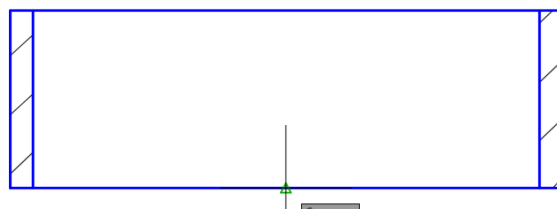

Рис. 112. Чертеж верхней части оросителя
- на свободном месте чертежа создать прямоугольник со сторонами 400, 135 (см. рис. 112). Затем объект разрушить с помощью команды **Расчленить**. Задать толщину стенок 16 мм. Создать штриховку стенок (ANSI31, Угол 0^0 , Масштаб 8);